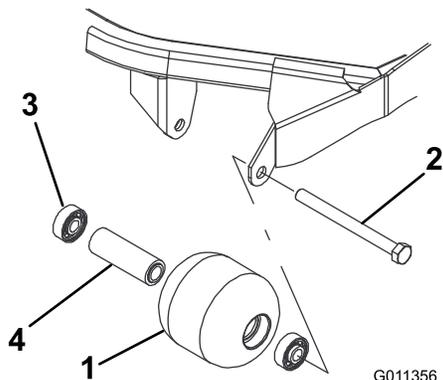

Figura 71
1. Retire o parafuso de montagem do rolo (Figura 71)
4. Verifique se a estrutura dos rolamentos, os rolamentos e a cunha de rolamentos estão danificados Figura 71. Substitua os componentes danificados e volte a montar.
1. Introduza o primeiro rolamento na estrutura do rolo (Figura 71). Empurre só a calha externa ou, então, exerça o mesmo tipo de pressão nas calhas interna e externa.
2. Coloque a cunha (Figura 71)
3. Introduza o segundo rolamento na estrutura do rolo (Figura 71) exercendo o mesmo tipo de pressão nas